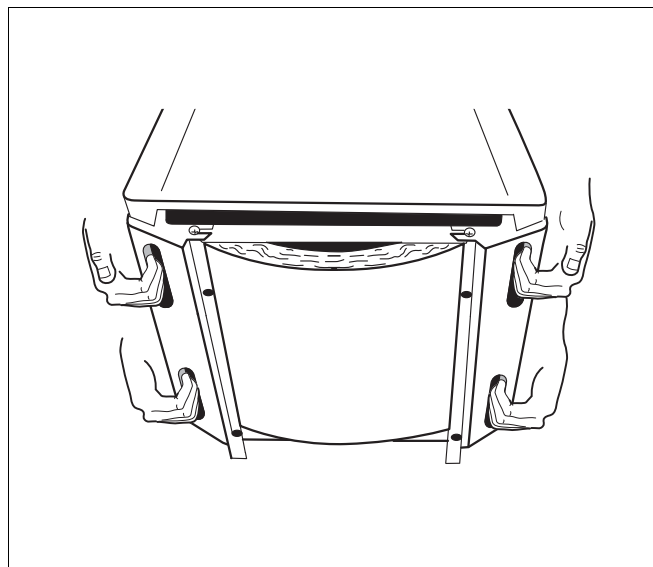

Рис. 6 Подъем и перенос отопительного котла
- Возьмите отопительный котел за специальные ручки-углубления и установите на бак-водонагреватель (рис. 6).